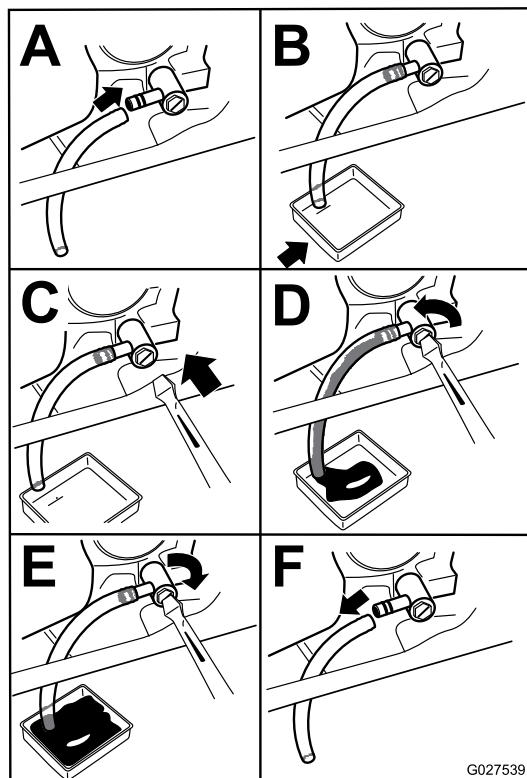

Figure 40
3. Avant de quitter la position d'utilisation, coupez le moteur, enlevez la clé de contact et attendez l'arrêt de toutes les pièces mobiles (Figure 40).